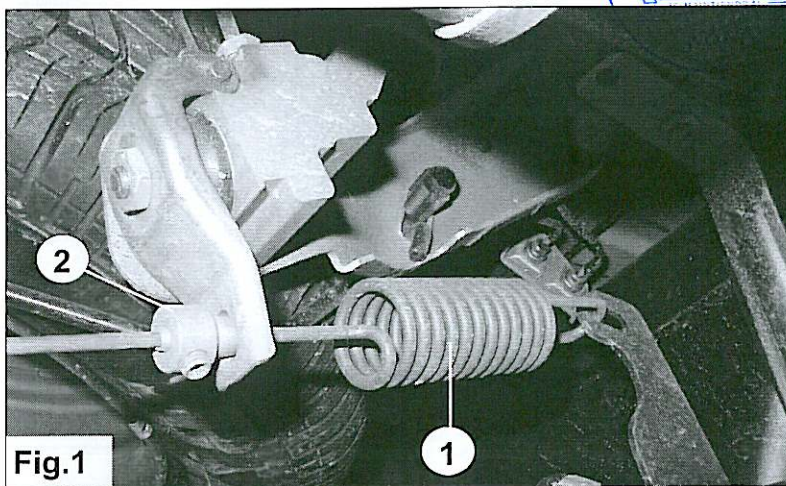

Fig.1
1. Dismount the LSV spring 1. See Fig.1.
1. Démontez le CFA du ressort 1. Voir fig. 1.
1. Desmonte el muelle de válvula reguladora de freno 1. Véase fig. 1.